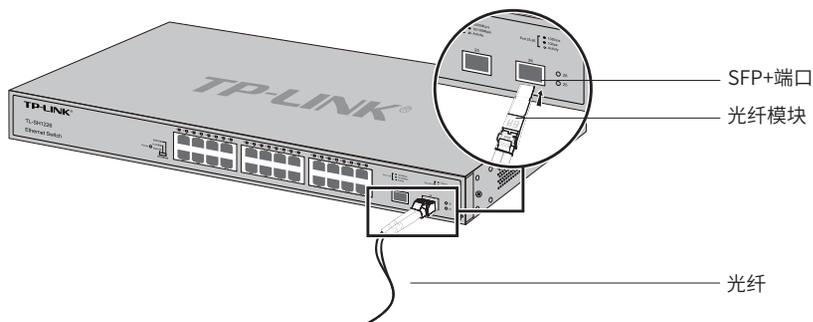

图3-2 SFP+端口连接示意图
1. 从侧面抓住光纤模块, 将其沿交换机SFP+端口插槽平滑插入, 直至光纤模块与交换机紧密接触为止, 如图3-2所示;